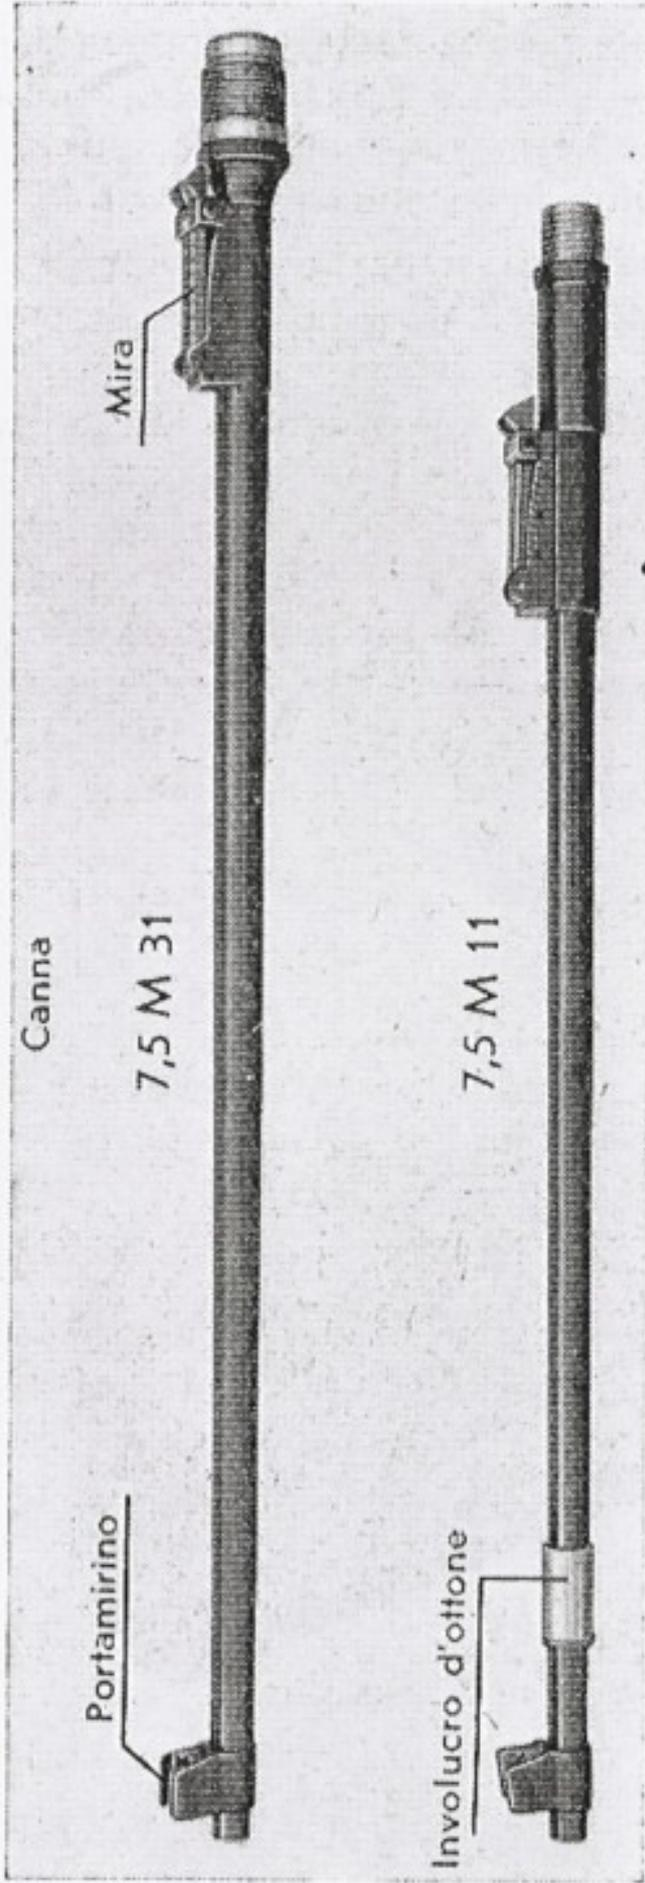

Fig. 3
**9. L'apparecchio di mira** (fig. 3) fissato alla canna si compone della **mira** od **alzo** e del **mirino** (guidone).